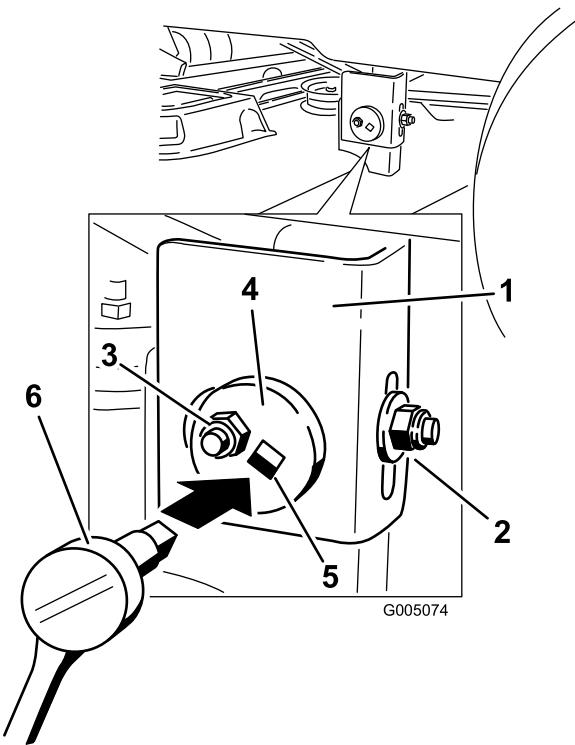

Figura 37
7. Spostatevi sul lato sinistro della macchina. Allentate, ma non togliete il dado di bloccaggio posteriore sul supporto di sospensione (Figura 37).
8. Allentate il dado di bloccaggio laterale sul supporto di sospensione appena a sufficienza per poter regolare la piastra eccentrica (Figura 37).
9. Fermate il piatto di taglio nella posizione regolata e serrate il dado di bloccaggio laterale sul supporto di sospensione per fissare la nuova posizione (Figura 37).